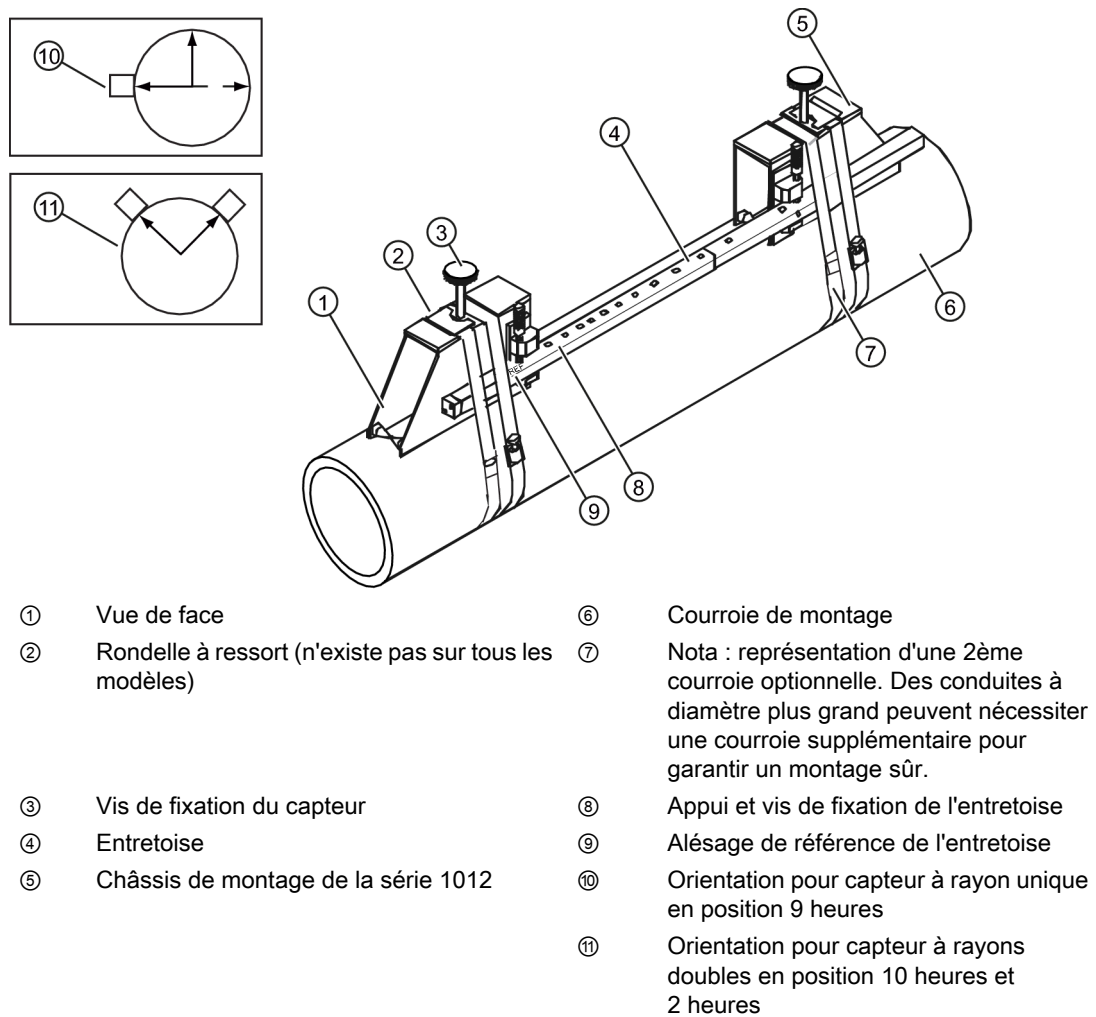

Figure 3-7 Installation capteur
#### Procédure d'installation (voir figure 3-7)
8. Amenez l'ensemble à sa position définitive en le faisant tourner autour de la conduite en vous assurant qu'il soit bien positionné le long de la conduite (référez-vous au schéma d'orientation du capteur à la figure 3-7).